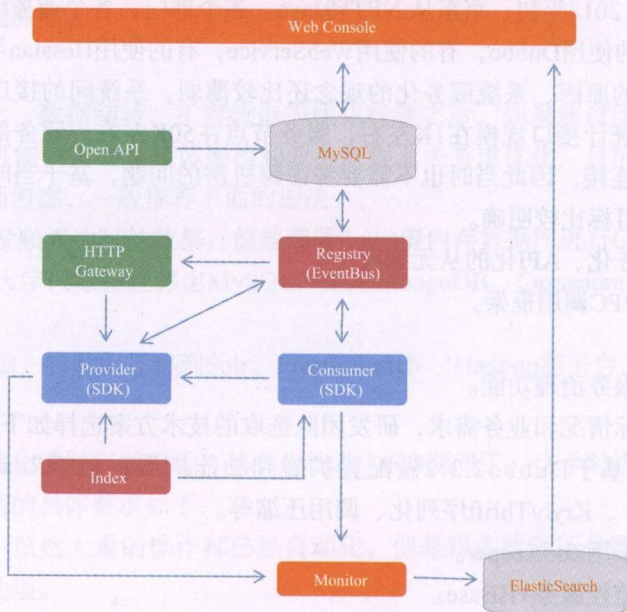

图4-4 JSF架构图
- ①RPC框架：轻量级，更佳的性能，兼容旧版本协议。
- ②注册中心：基于DB作为数据源进行持久化，前置Index服务进行注册中心路由；把一些逻辑放在注册中心减少客户端负担。
- ③监控中心：监控数据存放在InfluxDB中，后来又改为ElasticSearch。
- ④管理端：订阅关系，黑白名单，限流等元数据存放在DB中，相比ZooKeeper更加灵活方便，可以提供完善的服务治理管理功能；通过与公司内部的应用管理平台联通，可以描绘清晰的应用依赖关系。
- ⑤HTTP网关：基于Netty开发，提供HTTP协议到内置协议的转换，支持跨语言调用。
- 系统架构如图4-4所示。